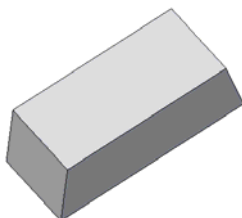

图 3-47 完成的拔模斜度特征
(4) 单击【确定】按钮即可完成拔模斜度特征的创建，如图 3-47 所示。